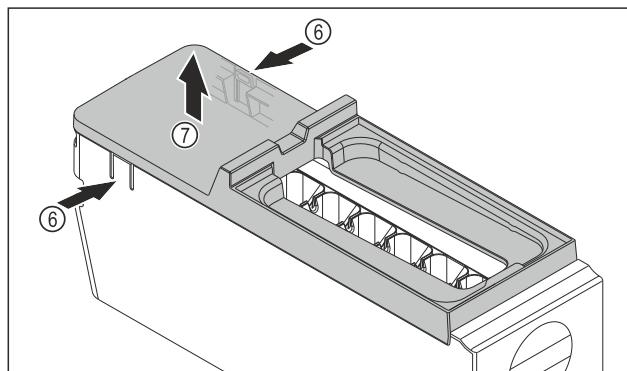

Fig. 144
- ▶ Снимите крышку корпуса EasyTwist-Ice: Надавите рукой на накладки Fig. 144 (6) с обеих сторон корпуса EasyTwist-Ice.
- ▶ Другой рукой снимите крышку Fig. 144 (7) по направлению вверх.